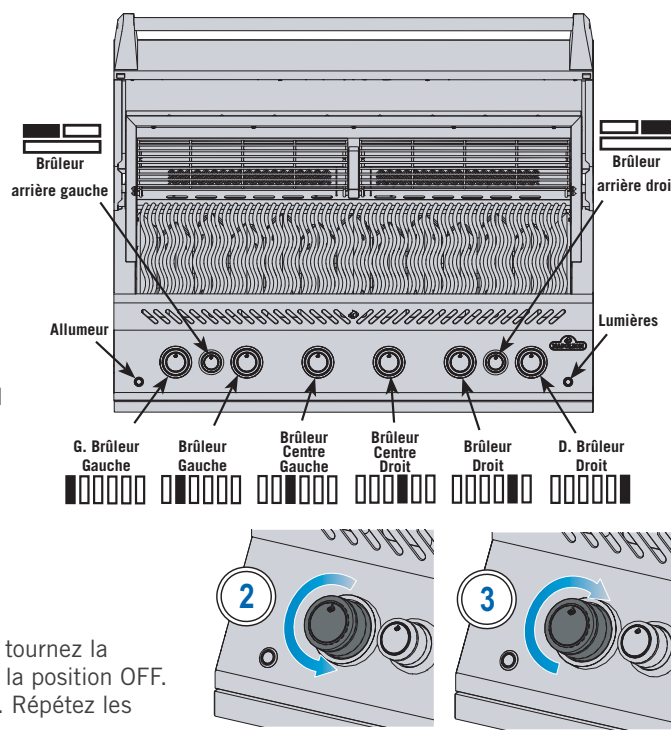

Fig. 1
4. La veilleuse et le brûleur ne s'allument pas en 5 secondes - tournez la commande. dans le sens des aiguilles d'une montre jusqu'à la position OFF. Attendre 5 minutes pour que l'essence s'écoule. se dissiper. Répétez les étapes 2 et 3 ou allumez avec une allumette. (Fig. 1)